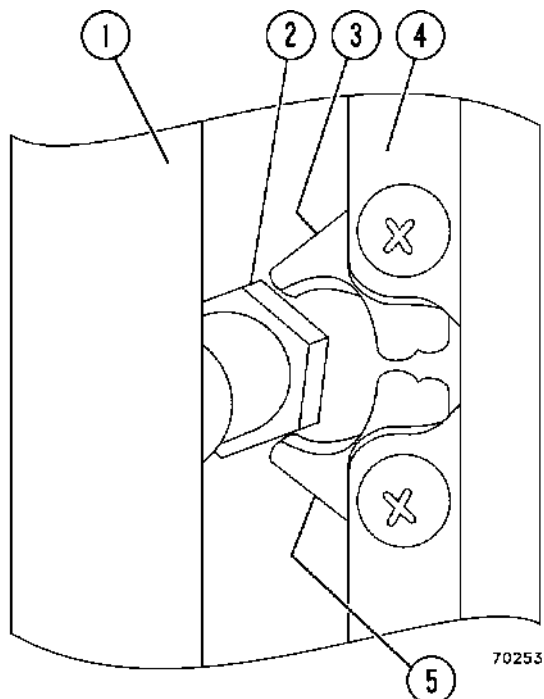

FIGURA 2-4. AJUSTE DE PERNO DE MONTANTE DE PUERTA
• Si los resortes de la puerta ponen resistencia al tratar de cerrarla, el perno del seguro (2, Figura 2-4) probablemente se ha soltado y se ha salido del punto donde el seguro engancha con el perno:
1. Abra la puerta y cierre ambos pestillos (3) y (5) hasta que se cierren completamente.